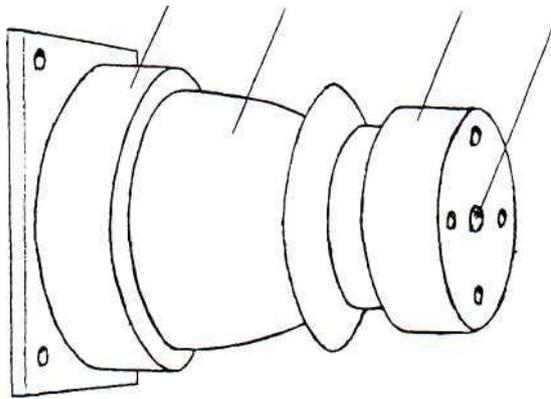

Рис. 1 Опорный изолятор.
**Опорные изоляторы** (рис. 1) для внутренней установки состоят из полого фарфорового корпуса 2, покрытого с внешней стороны глазурью. Для крепления к конструкциям они имеют металлические фланцы 1 круглой, овальной или квадратной формы. Для крепления шин имеются металлические колпачки 3. Колпачки имеют отверстия 4 для крепления шинодержателей.